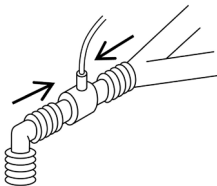

Figura 1
1. Conecte o adaptador de vias aéreas à extremidade proximal do circuito de respiração, entre o tubo endotraqueal e a seção Y do ventilador, conforme mostrado na Figura 1.